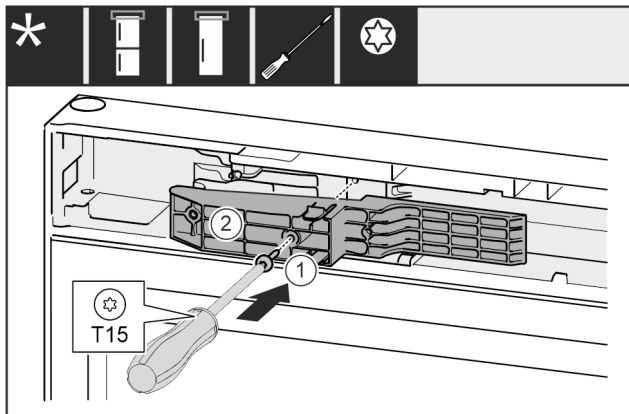

Fig. 64 *
- ▶ Umetnite adapterski element Fig. 64 (1) na stranu ručke u izrez.*
- ▶ Odvijačem pritegnite vijak Fig. 64 (2).*